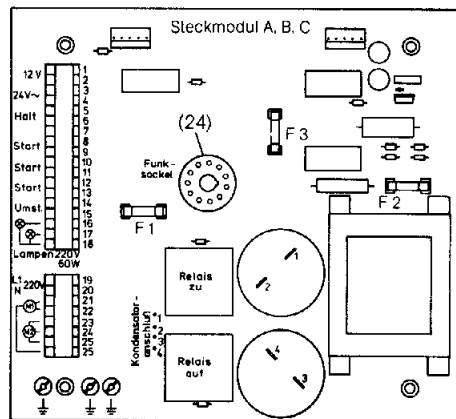
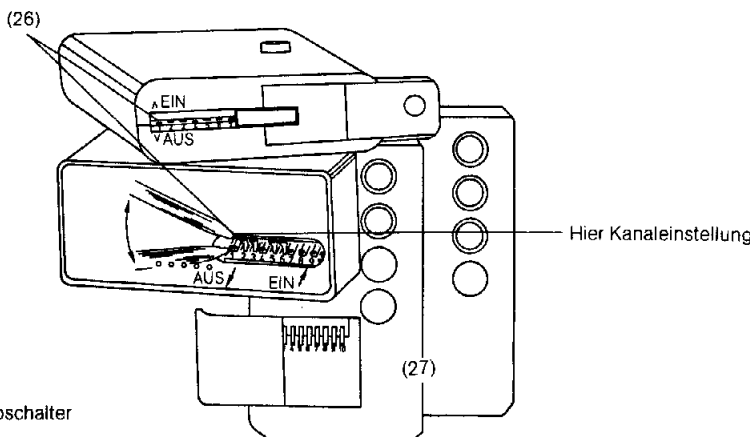

Bild 17
Bild 18
– Empfänger (23) E 43 B/N in den vorgesehenen Funksockel (24) auf der Motorsteuerungsplatine (Bild 17) im Schaltkasten (15) einstecken.
– Beiliegende Antenne (22) mit dem Koax-Stecker an die Antennenbuchse (25) des Empfängers (23) anschließen, durch den Schaltkasten (15) nach außen führen und senkrecht ausrichten.
**Codierung (Bild 18)**
– Miniatur-Kippschalter (26) für persönliche Codierung mit Schraubendreher o. ä. im Empfänger (23) einstellen.
– Gleiche Codierkombination im Handsender (27) (Fernsteuerungsteil) vornehmen.